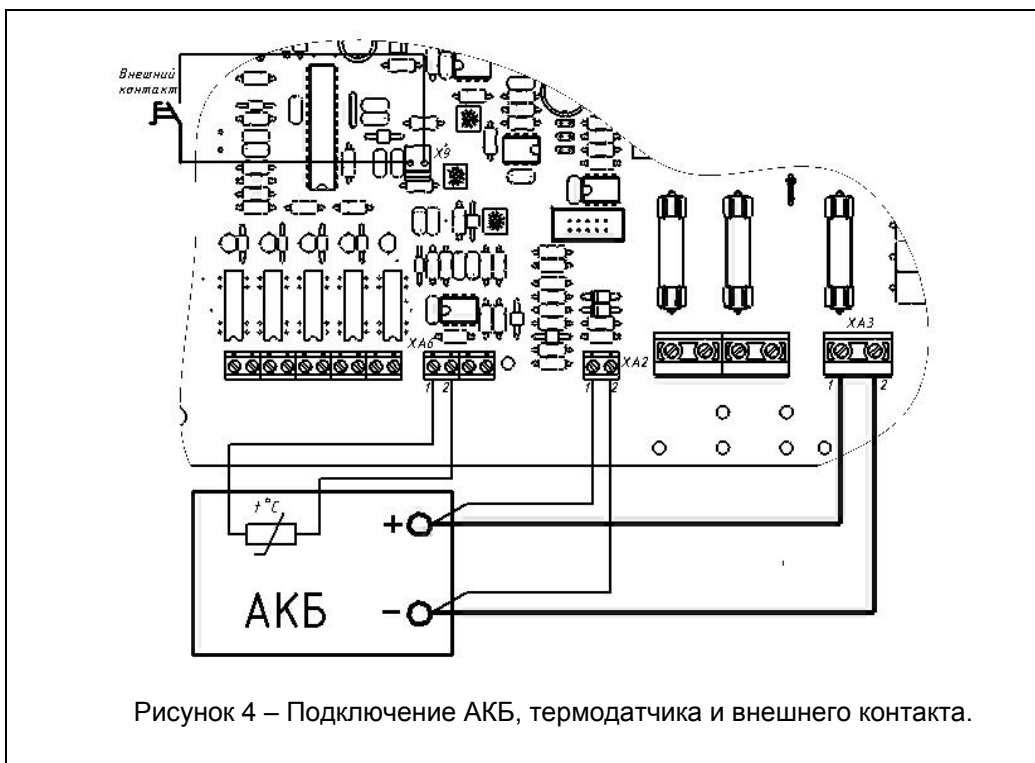

Рисунок 4 – Подключение АКБ, термодатчика и внешнего контакта.
- ♦ При необходимости термокомпенсации напряжения заряда АКБ подключите термодатчик к соответствующим контактам колодки ХА6 «Термодатчик». Чувствительный элемент термодатчика закрепите на корпусе внешней АКБ с помощью липкой ленты. Для корректной работы термодатчика необходимо обеспечить плотное прилегание чувствительного элемента датчика к поверхности корпуса батареи (см. рисунок 4).
- ♦ При необходимости, удалите перемычку-заглушку на разъеме Х9 и на ее место подключите внешний контакт включения/отключения выхода SA1 (см. рисунок 4).
- ♦ Подключите, **соблюдая полярность**, внешнюю АКБ номинальным напряжением 12В к источнику (см. рисунок 4):